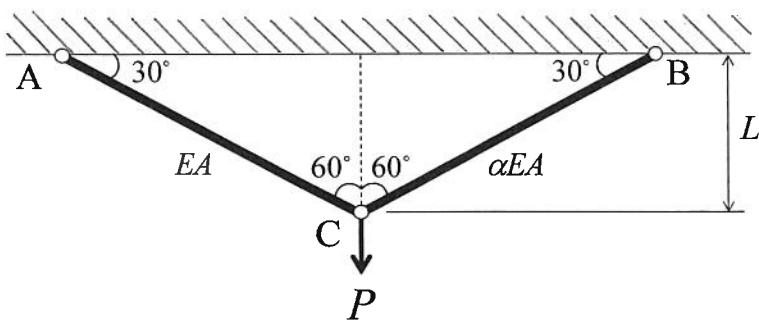
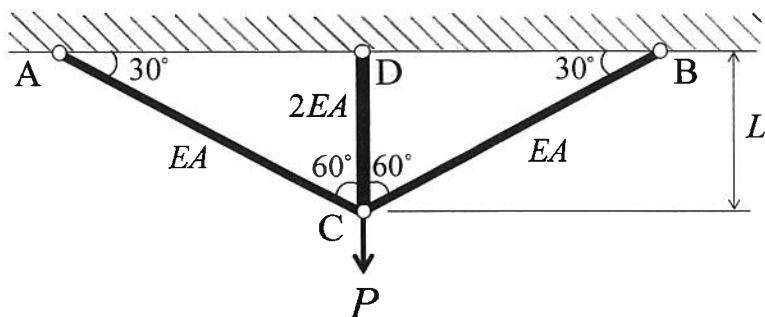

図1 トラス構造
図2 部材を追加したトラス構造
2. 図1に示すような2つの部材から構成されるトラス構造を考える。C点に鉛直下向きに荷重 P が作用している。以下の問い合わせに答えなさい。なお、部材 BC の引張剛性は、部材 AC の引張剛性 (EA) の α 倍 ($\alpha > 0$) となっているものとする。
- (1) 図1に示されているトラス構造は静定であるか、不静定であるか、理由とともに答えよ。
- (2) 部材の軸力をそれぞれ求めよ。
- (3) C点の鉛直変位(鉛直下向きを正とする)を求めよ。
- (4) C点の水平変位(右向きを正とする)を求めよ。
- (5) α が $0.5 < \alpha < 4$ の範囲で変化する場合、C点の鉛直変位および水平変位はそれぞれどのように変化するか、 α を横軸にとり C点の鉛直変位および水平変位のグラフの概形を描け。
- (6) $\alpha=1$ である場合を考える。そのうえで、トラス構造に、もう1本のトラス部材 CD(引張剛性 $2EA$)を図2のように取り付けたとする。この場合の C点の鉛直変位(鉛直下向きを正とする)を求めよ。